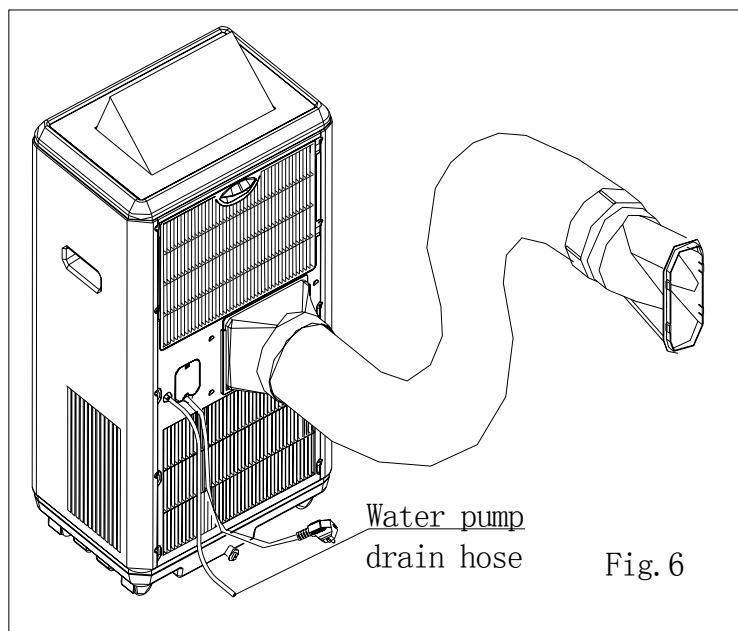

Fig. 6
4. Überprüfen Sie, dass der Wasserablassschlauch (kleiner Schlauch) richtig montiert ist, wie Bild. 6.